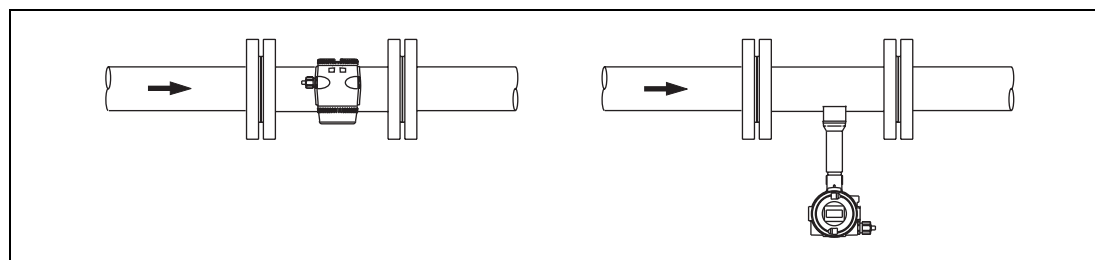

Abb. 3: Installation bei hohen Messstofftemperaturen > 150 °C
- **bei hohen Messstofftemperaturen (> 150°C), der Durchflussaufnehmer so eingebaut wird, dass das Elektronikteil seitlich oder nach unten ausgerichtet ist (Abb. 3).**